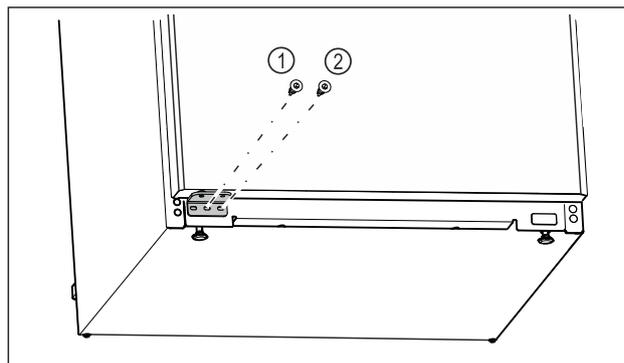

Fig. 21
- ▶ Serrer la vis centrale du support de palier *Fig. 21 (1)* avec un tournevis Torx 20.
- ▶ Serrer la vis intérieure du support de palier *Fig. 21 (2)* avec un tournevis Torx 20.